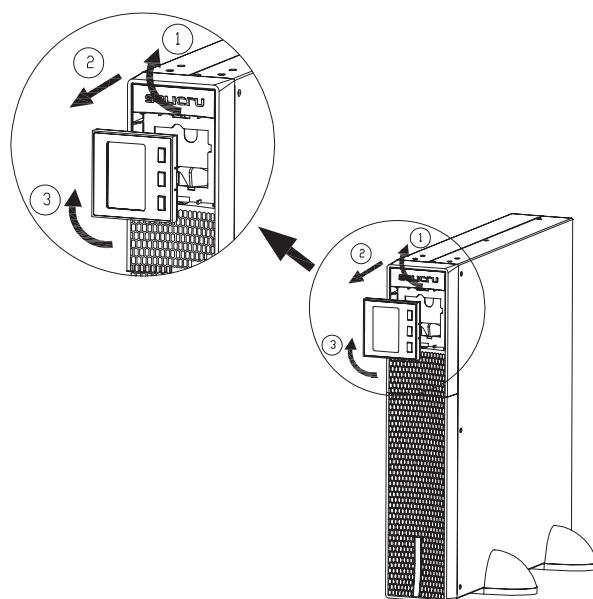

Fig. 5. Rotation du panneau de commande avec écran LCD sur la garniture avant en plastique.
- Les Fig. 5 à 11 montrent, à titre d'exemple, les graphiques d'un dispositif ou de ce dernier avec son module de batteries. Ces illustrations sont d'une aide et d'une orientation dans les étapes à suivre et ne visent en aucun cas à particulariser les instructions à un seul modèle, bien que dans la pratique les actions à effectuer soient toujours les mêmes pour toutes.
- Pour faciliter la lecture des messages sur l'écran lorsque l'équipement est installé verticalement, il est possible de faire pivoter le panneau de commande de 90° dans le sens des aiguilles d'une montre (voir Fig. 5).